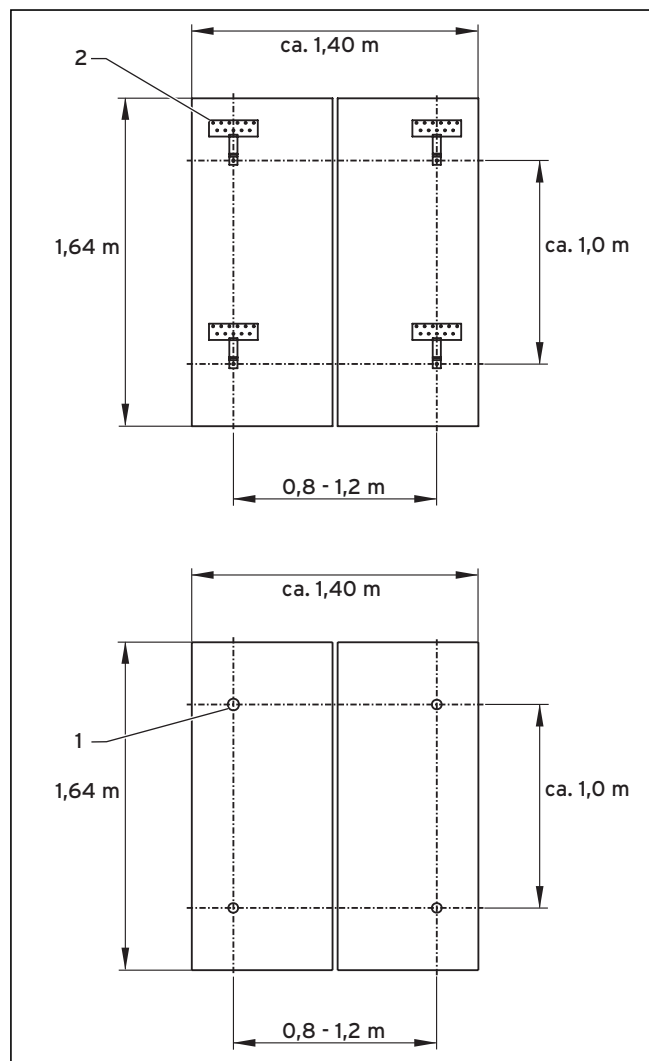

Abb. 6.9 Platzierung der Stocksrauben (1) oder Sparrenanker (2) für 2 VTK 570 oder 1 VTK 1140 nebeneinander
- Entnehmen Sie der Abb. 6.9 die Position der Stockschrauben.